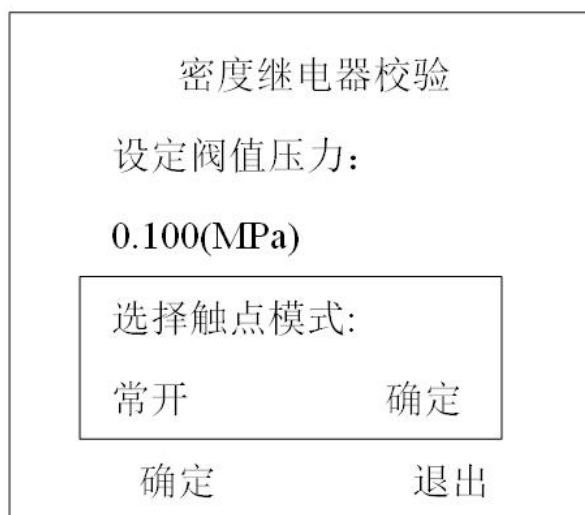

图 3
4、使用配备的连接气管将气瓶与仪器面板上的进气口相连接（如图 3 所示）
这是“密度继电器测试仪校验”的第一个界面。在该界面中可以首先设置阈值（“阈值压力”是指测试密度继电器测试仪时由进气到放气的切换压力值）。按“飞梭确定键”，数值菜单反显后旋转飞梭可以使数值增减，达到目标值后按“飞梭确定键”使数值菜单正常显示后再旋转飞梭到旁边的“确定”按钮，再按“飞梭确定键”即可进入“选择触点模式”菜单如图 3 所示。